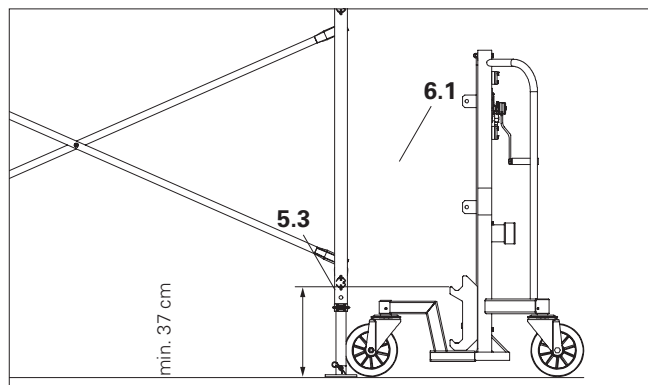

Fig. 27
- per supporti superiori: min. 30 cm (tubo telaio PD 5 / PD 8 / PD 8 Eco min. 37 cm sopra il piano, vedere Fig. 27)
Sollevarre il carico ruotando la manovella (6.1) in senso orario, appoggiare il PD 5 / PD 8 / PD 8 Eco nei supporti inferiori (5.3) e trasportare. (Fig. 27 + 28)